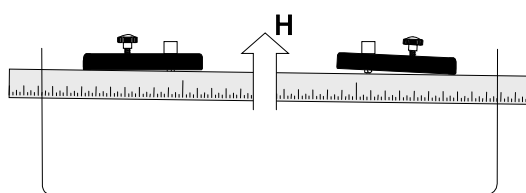
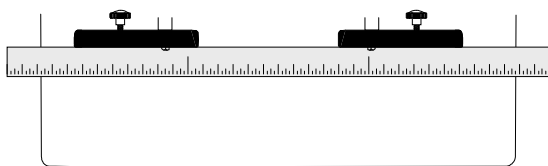
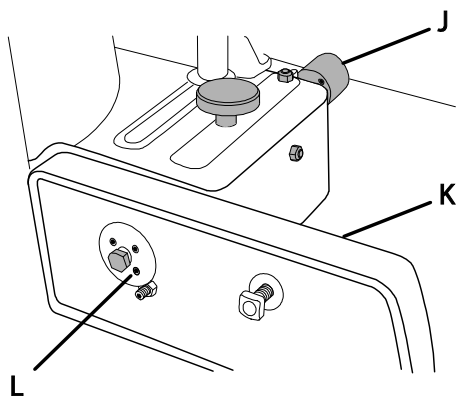

Рис. 9
Рис. 10
Рис. 11
6. Снимите оба профиля и положите поверочную линейку вплотную к литым опорным деталям подающего и отводящего профилей (Рис. 9).
8. Равномерно прижимайте поперечную линейку к литым опорным деталям (Н, Рис. 9). Одновременно с этим постарайтесь выставить обе опорные детали в одну линию, как показано на Рис. 10. Это достигается путем попеременной постепенной регулировки четырех установочных винтов (L, Рис. 11) на передней поверхности опорной детали (К, Рис. 11) с помощью 2 мм шестигранного ключа и перемещения опорной детали с помощью ручки точной регулировки (J, Рис. 11).
Важно: рекомендуется за один раз закручивать/откручивать установочные винты (К, Рис. 11) на 1/16 оборота или менее.
Регулировка будет завершена, когда перекошенная и базисная опорные детали встанут в одной плоскости (на одной линии), как показано на Рис. 10.